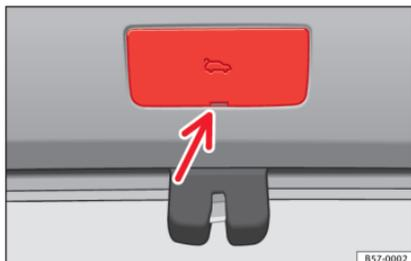

Abb. 7 Ausschnitt Gepäckraum: Zugang zur Notentriegelung
- Entfernen Sie die Abdeckung mit Hilfe des Schlüsselbarts » » **Abb. 7**.